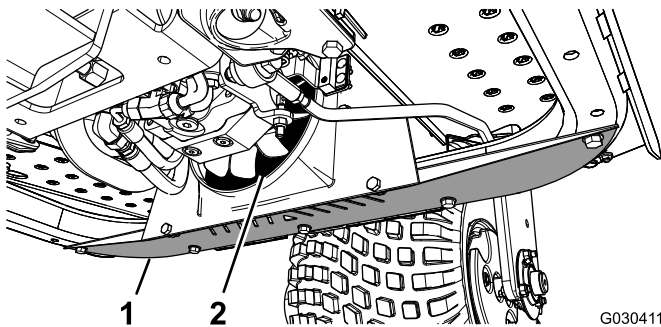

Bild 44
1. Entfernen Sie das untere Schutzblech (Bild 44).
2. Verwenden Sie einen Stab und blasen Sie komprimierte Luft in die Lüfterschaukeln (Bild 44), um das Material in der Richtung zu entfernen, in der es eingetreten ist.